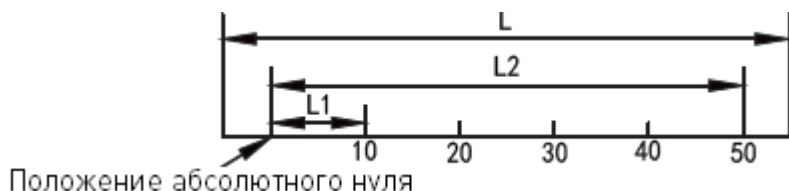

Рисунок 14 – Абсолютная нулевая точка в качестве механического нуля.
2) Использование первой абсолютной нулевой точки линейки в качестве механического нуля (рисунок 14).